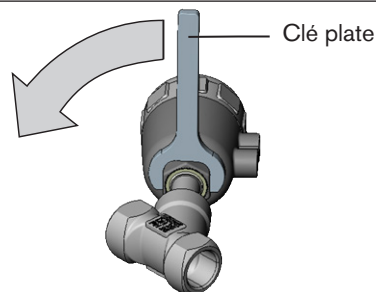

Fig. 15 : Tourner avec une clé plate
- ▶ Tournez le module actionneur uniquement dans le sens prescrit (voir « Fig. 15 »).